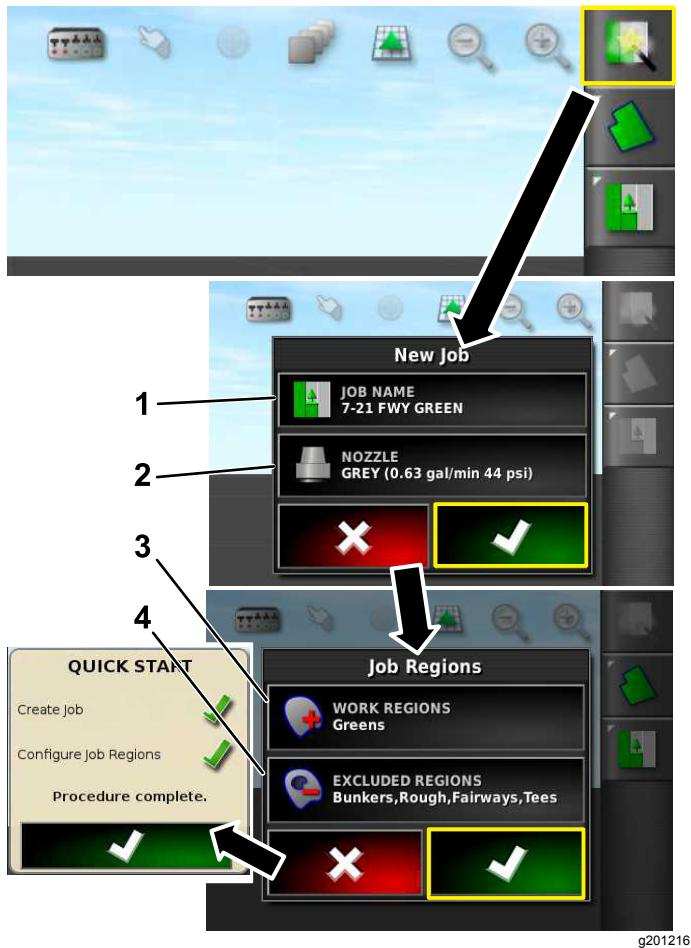

Figura 8
2. Introduza um novo nome para o trabalho (Figura 8).
4. Selecione a região de trabalho em que vai pulverizar (ou seja, fairways, greens, tees, etc.) (Figura 8).
5. Selecione as regiões excluídas em que não vai pulverizar (ou seja, bunkers, árvores, etc.). (Figura 8).